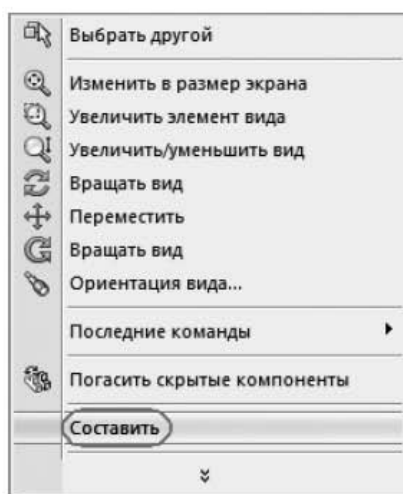

Рис. 6.52. Команда Составить в контекстном меню
8. После разнесения, чтобы собрать сборку, в контекстном меню (вызывается щелчком правой кнопкой мыши) выберите команду Составить (рис. 6.52).